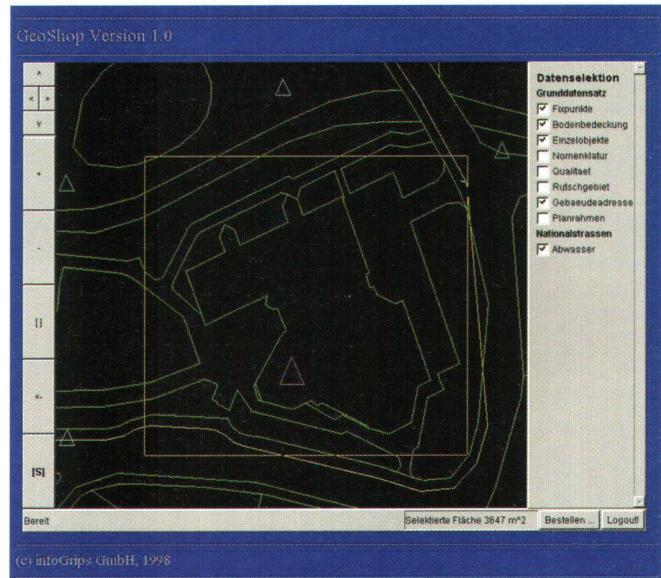

Abb. 3: GeoShop-Client.
- Grafische Benutzeroberfläche, mit der die Daten vom Server bestellt werden können (siehe Abb. 3).